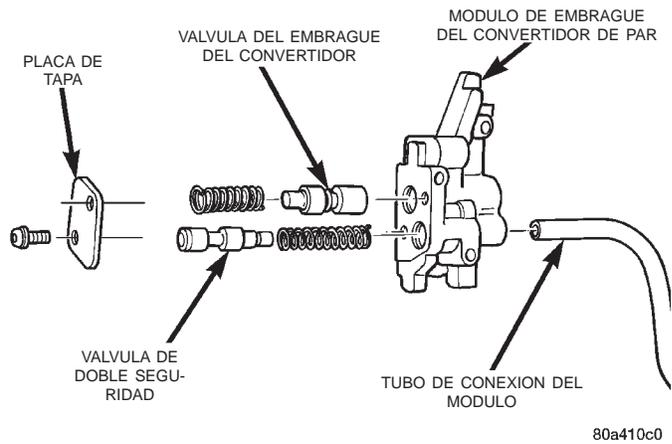

Fig. 47 Válvulas del embrague del convertidor y de doble seguridad
(13) Retire los tornillos que fijan la placa de tapa de extremo al módulo del convertidor de par (Fig. 47).
(14) Retire la válvula del embrague del convertidor, la válvula de doble seguridad y los muelles (Fig. 47).